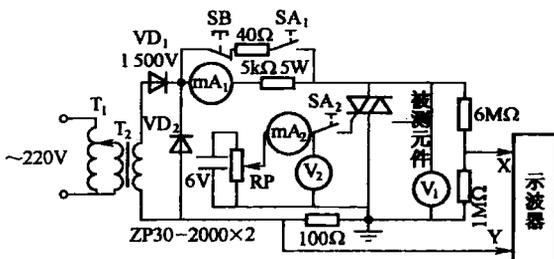

图 1-7 双向晶闸管伏安特性的测试
(2) 伏安特性的测试。试验接线如图 1-7
(3) 门极控制特性的测试。测试接线仍如图 1-7 所示。断开 SA₁,将 T₁、T₂ 两极间的电压降至 6~20 V,合上 SA₂,调节电位器 RP,逐渐增大触发电压,观察示波器,直至双向晶闸管导通,记下导通瞬间电流表 mA₂ 的和电压表 V₂ 的读数,即为门极触发电流 I_{GT} 和门极触发电压 U_{GT}。
(4) 用灯泡法检测断态电压临界上升率 du/dt。将双向晶闸管,两只 60 W、220 V(串联)灯泡和开关串联后接在 380 V 交流电路中,然后频繁地开合开关,让变化的电压加到电极 T₁、T₂ 上(G 极空着),此时管子将产生电压上升率,观察灯泡有无发亮情况。如果有过发亮情况,则说明双向晶闸管有失去阻断能力的现象,为不合格品。